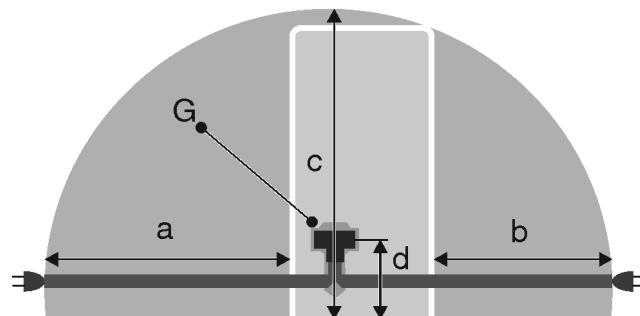

Fig. 25
- Uticnica se nalazi izvan područja bočne strane uređaja u navedenom području Fig. 25 (a, b, c).
- Utikač uređaja Fig. 25 (G) utaknite na stražnju stranu uređaja. Pripazite da ispravno uskoči.